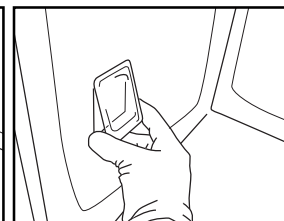

Fig.9
5. Vuelva a poner la tapa y empuje contra la pared para engancharla bien (Fig.9).